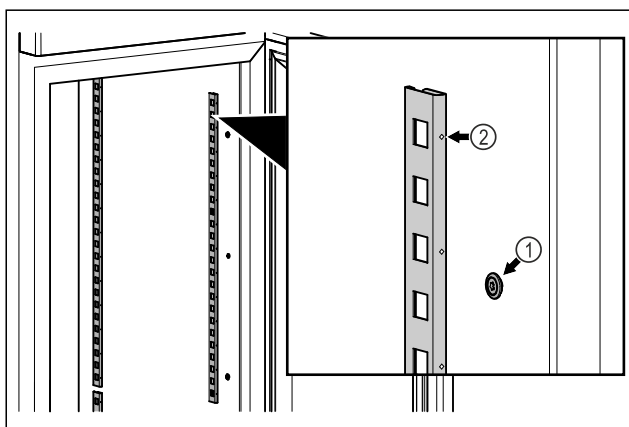

Fig. 15 Примерное изображение
- ▶ Навесьте фиксатор на крепление Fig. 15 (1). Отметка Fig. 15 (2) должна располагаться спереди.